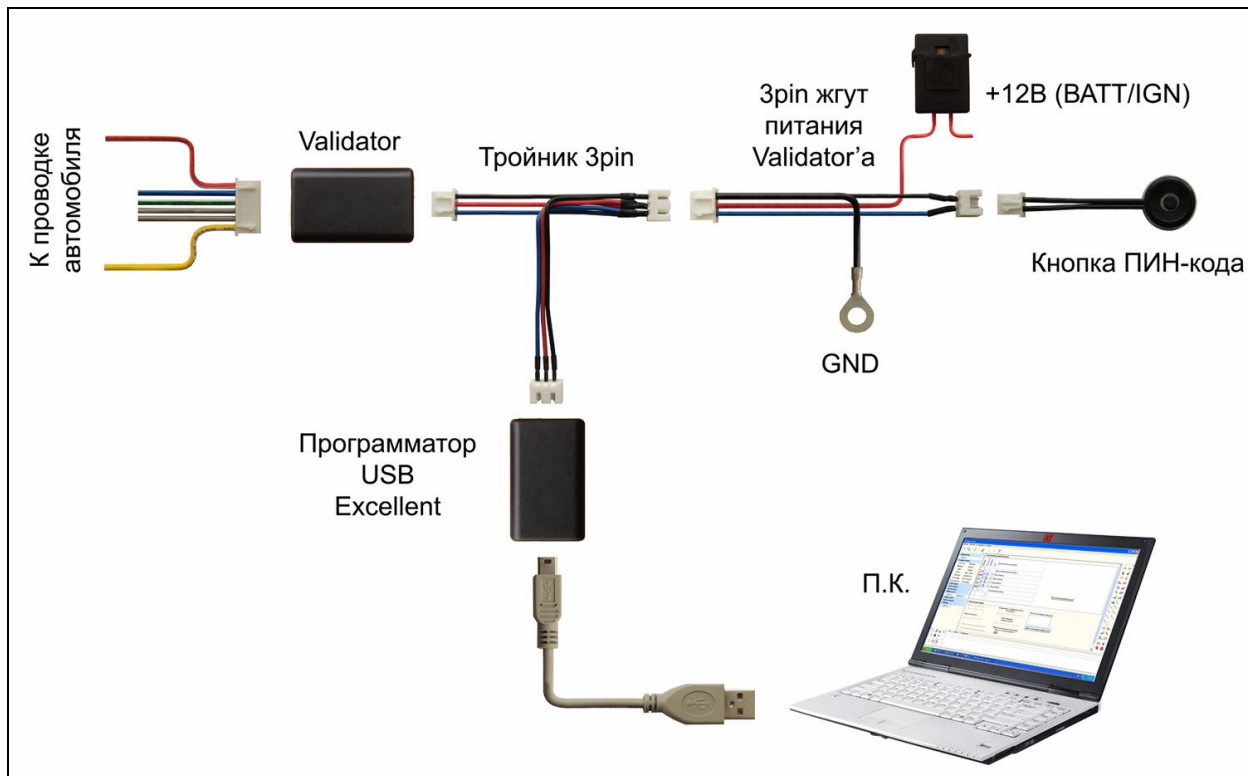

Рис.2.
- 4.подключить программатор к USB входу персонального компьютера (Рис. 2.).